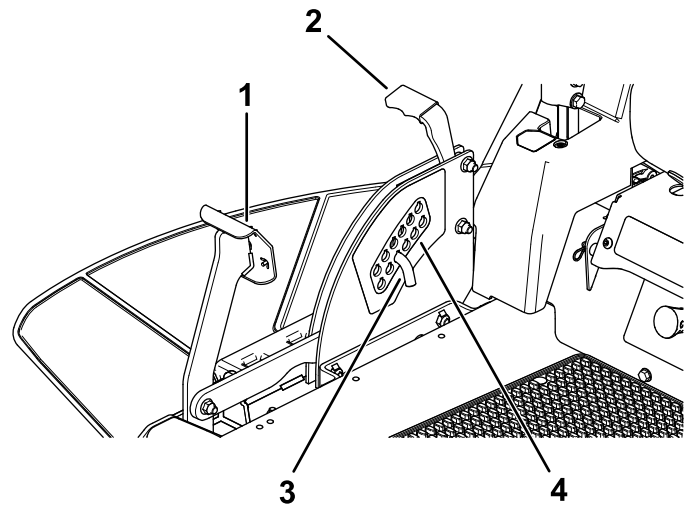

Figura 29
1. Pise el pedal de elevación de la carcasa y eleve la carcasa a la posición de bloqueo de transporte (que es también la posición de altura de corte de 114 mm) (Figura 29).
2. Para ajustar la altura de corte, retire el pasador del soporte de altura de corte (Figura 29).
3. Seleccione el taladro del sistema de altura de corte que corresponde a la altura de corte deseada, e inserte el pasador (Figura 29).